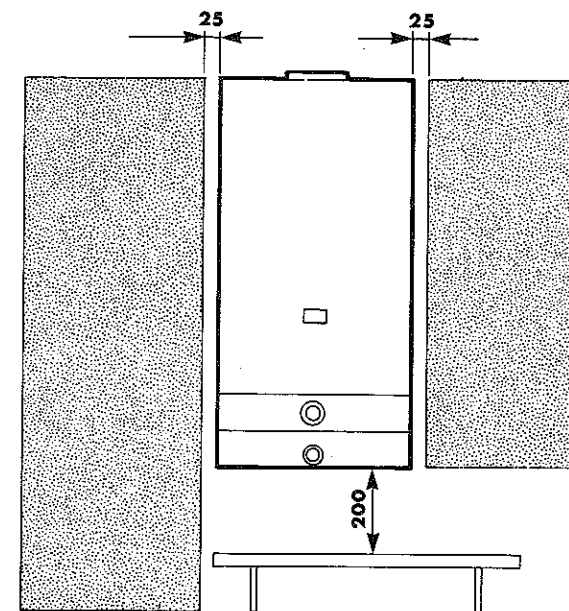

Fig 2
- per consentire le operazioni di manutenzione è indispensabile lasciare intorno all'apparecchio le distanze minime indicate in Fig 2.
- Lo scaldabagno non deve essere mai chiuso ermeticamente in un mobile o una nicchia ma deve essere previsto un adeguato afflusso d'aria; (fig 2)